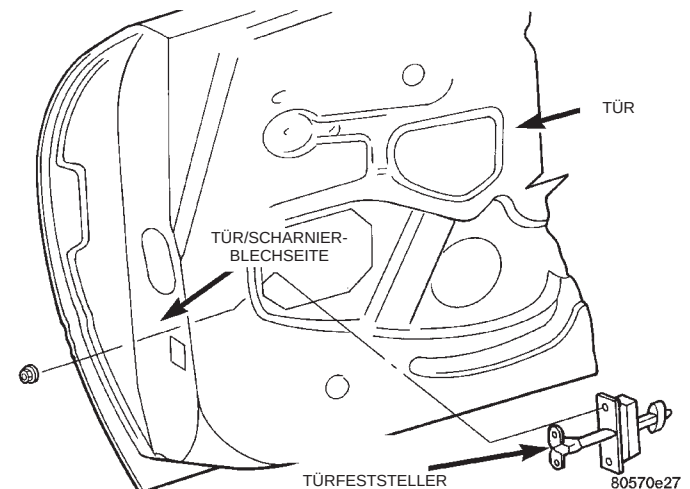

Abb. 29 Türfeststeller
(1) Türverkleidung abbauen.
(2) Nach Bedarf die Wasserschutzfolie abziehen, um einen besseren Zugang zu erhalten.
(3) Befestigungsschraube lösen, mit der der Türfeststeller an der unteren A-Säule befestigt ist.
(4) Befestigungsschrauben lösen, mit denen der Türfeststeller am Abschluß des Türrahmens befestigt ist (Abb. 29).
(5) Türfeststeller aus dem Fahrzeug nehmen.